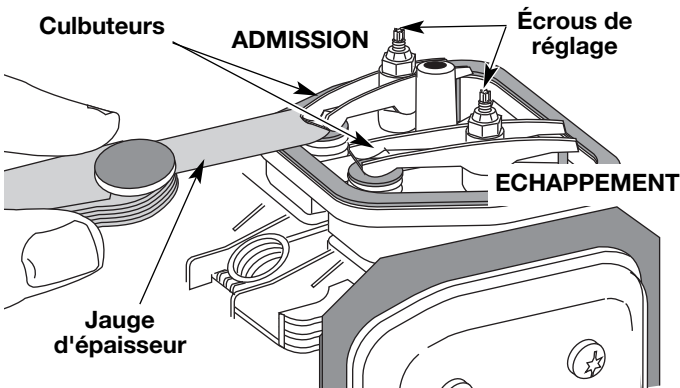

Fig. 43
9. Glissez la jauge d'épaisseur entre le culbuteur et le ressort de rappel de la soupape. Mesurez le jeu entre la tige de soupape et le culbuteur (Fig. 43). Faites-le pour les soupapes d'admission et d'échappement.
LL'écart de jeu recommandé pour l'admission et l'échappement est de 0,076 – 0,152 mm (0,003 – 0,006 po). Servez-vous d'une jauge d'épaisseur d'automobile standard de 0,127 mm (0,005 po). La jauge d'épaisseur devrait pouvoir glisser entre le culbuteur et la tige de soupape en rencontrant une faible résistance mais sans coller (Fig. 43 et 44).